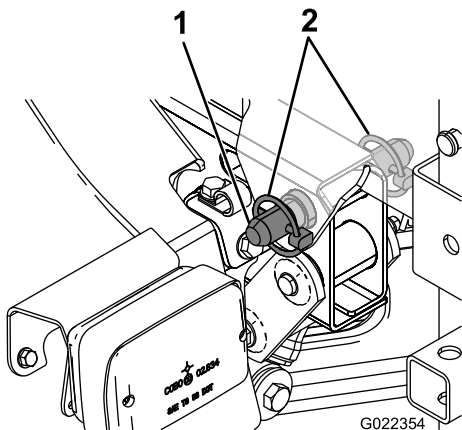

Figura 13
6. Alinhe os furos nos olhais de articulação na parte de trás do patim do depósito com os furos no tubo articulado da plataforma na extremidade da estrutura do veículo (Figura 13).
7. Instale um passador de forquilha afunilado e 2 pinos de sujeição no olhal de articulação para prender o depósito na estrutura (Figura 13).